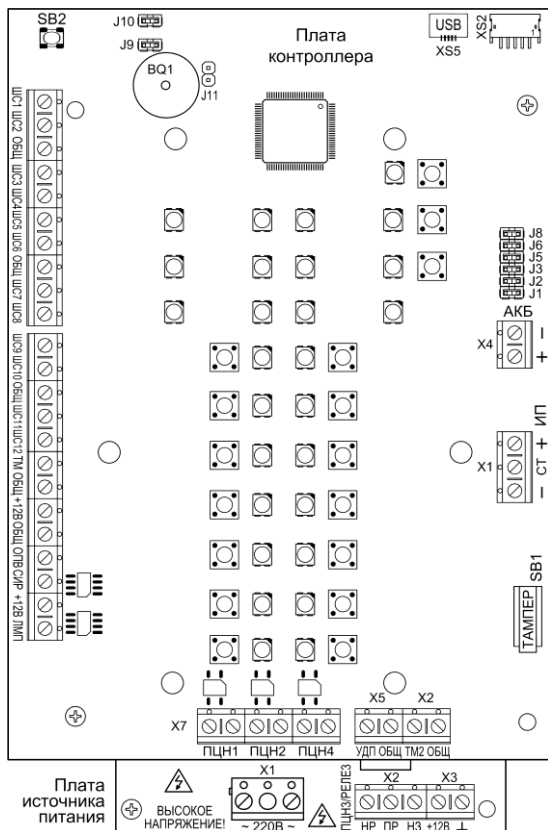
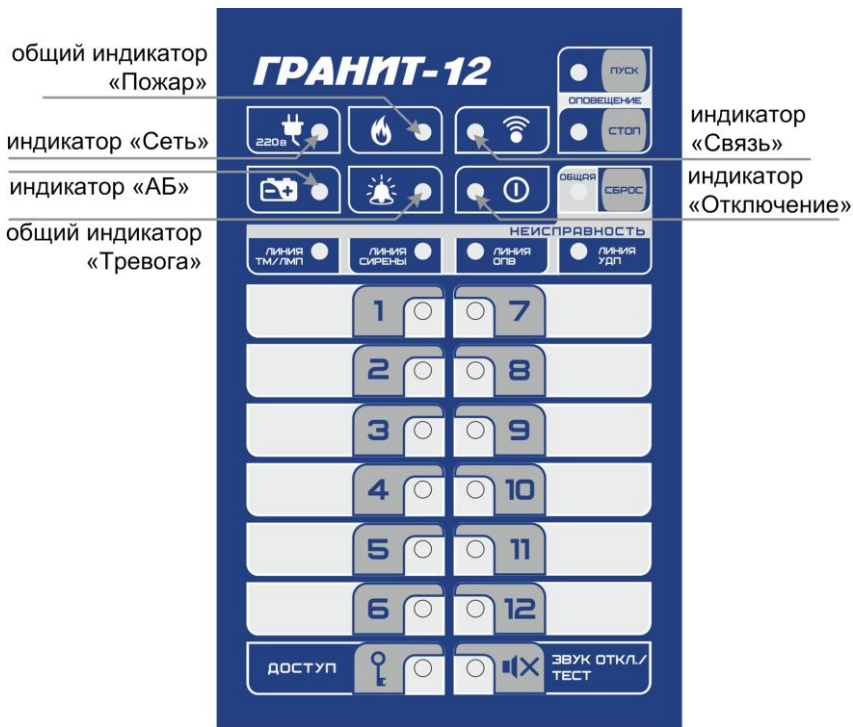

Рис.1 Плата контроллера Гранит-12 (вид со снятой панелью индикации и управления) и плата источника питания (видимая часть)
Рис.2 Панель индикации и управления прибора Гранит-12
Прибор состоит из корпуса и съёмной крышки. В корпусе расположены плата контроллера, плата источника питания (рис.1) и плата IP регистратора, подключенная к плате контроллера жгутом САОП.685621.046. На плате контроллера установлена панель индикации и управления (рис.2).
3.1 На плате контроллера (рис.1) расположены следующие элементы:
3.2 На панель индикации и управления прибора (см. рис.2) выведены:
3.3 На плате источника питания (рис.1) расположены следующие элементы: